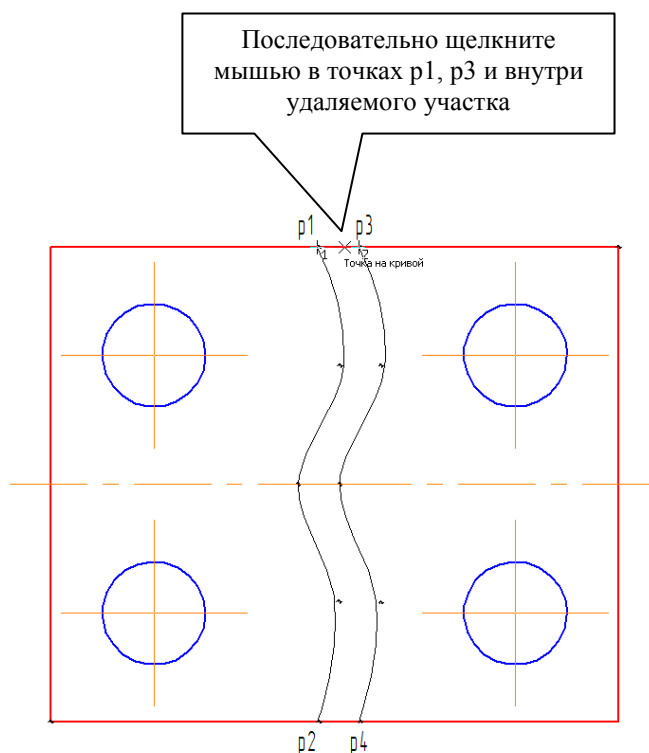

Рис.17
11) В ответ на запрос системы «*Укажите точку участка*» щелкните мышью в любой точке внутри удаляемого участка (рис.17).